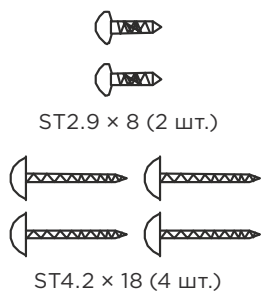

Рис.1
- Перед началом установки внимательно осмотрите корпус вытяжки и убедитесь в отсутствии повреждений, а также проверьте полноту комплектации. Подготовьте крепежные винты (Рис. 1).